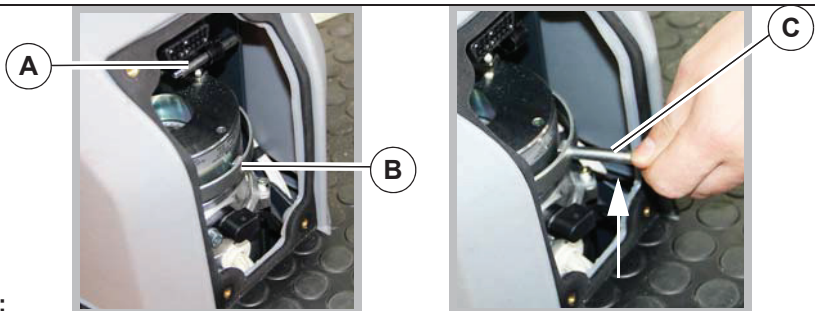

Fig. 19:
2. Trekk stiften **Fig. 19-A** ut av holderen og skru inn i ringen **Fig. 19-B**.